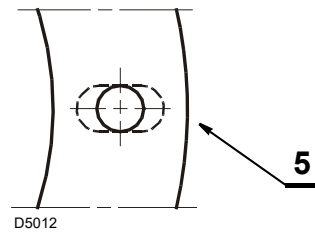

Abb. 8
- Falls erforderlich, die Bohrungen der Isolierdichtung 5) erweitern (siehe Abb. 8).
Bei der in Abb. 8 dargestellten Anlage den Brenner zünden und das Auffüllen abwarten. Sollte vor Eintritt des Brennstoffes eine Störabschaltung erfolgen, mindestens 20 Sekunden warten und danach den Vorgang wiederholen.